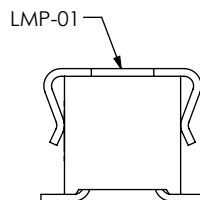

**FIG 3**
-A: ALIGNMENT PIN (SEE FIG 2 & 3, SHT 2) (USE MLE-XX-D-XX) (MOLDED TO POSITION OR STAKED) (SAMTEC DISCRETION WHICH -A PIN IS USED) (MOLDED 3 POSITION MIN. SEE FIG 2, SHT 2) (STAKED 7 POSITION MIN. SEE FIG 3, SHT 2)